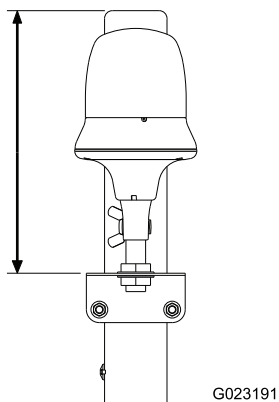

Bild 2
2. Positionieren Sie die Rundumleuchtenhalterung so, dass sie 32 cm von der Oberkante des Überrollschutzes entfernt ist, und ziehen Sie die U-Bügelmuttern an (Bild 2).